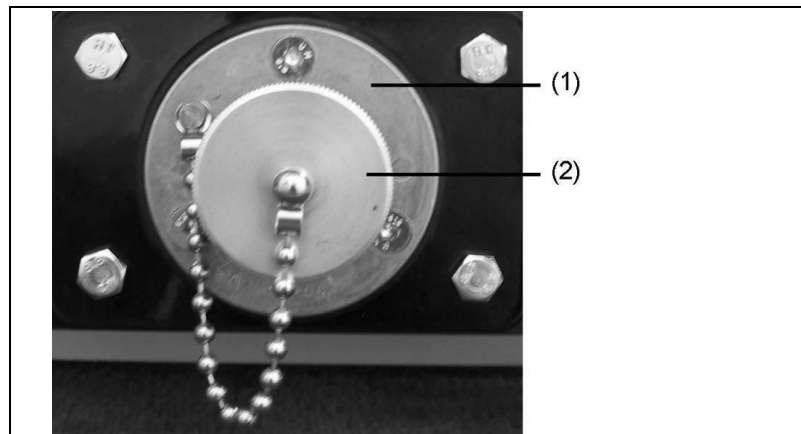

Abb. 5-7: 12V-Anschluss-Steckdose nach DIN 14690
1. Schutzkappe (Abb. 5-7-(2)) der Steckdose (Abb. 5-7-(1)) entgegen dem Uhrzeigersinn abschrauben.
6. Schutzkappe (Abb. 5-7-(2)) der 12V-Anschluss-Steckdose durch Drehen im Uhrzeigersinn anschrauben.
Die 12V-Anschluss-Steckdose nach DIN 14690 (siehe Abb. 5-7) bietet neben der Ladeerhaltung zusätzlich die Möglichkeit, geeignetes Zubehör für 12V-Gleichspannung zu betreiben.